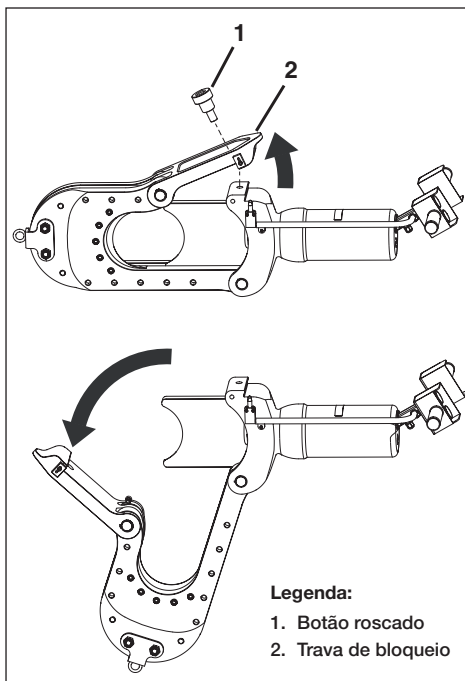

Figura 4, abrir o cabeçote de corte
Para abrir o cabeçote de corte: solte o botão roscado (Figura 4, item 1). Eleve a trava de bloqueio (Figura 4, item 2) e balance-a para cima e longe do corpo do cortador. Em seguida, balance o cabeçote de corte longe do corpo do cortador, conforme mostrado na Figura 4.